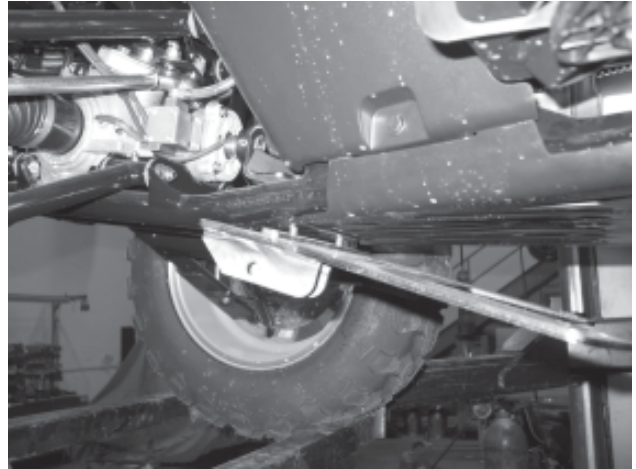

Figure 4
4. Fixez le kit de montage de lame (A1) par-dessus les boulons et la plaque d'espacement, et fixez sans serrer les rondelles (C2) et écrous de blocage (C3), tel qu'indiqué à la figure 4.